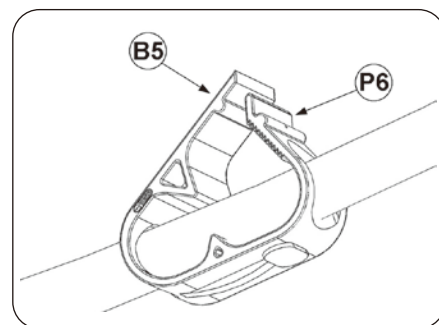

図 11
18) ホース締付用クランプ (図 11 の P6) を開いて、ポンプの電源を入れてください。水が適正に循環し、水漏れなどがないことを確認ください。水漏れや異常がある場合は、接続部分を点検してください。
注意：本体からホースを外す際には、所定のクランプ（図 11 の B5）でホースを締め付けて、水槽の水がホースから出ないようにしてください。本体にホースを再び取り付けした時に所定のクランプ（図 11 の P6）を開いてください。